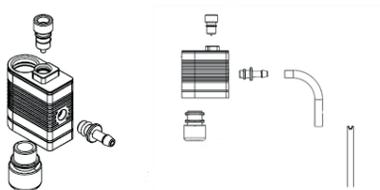

Рис. 5
Соберите детали молочной системы (6) (Рис. 5).